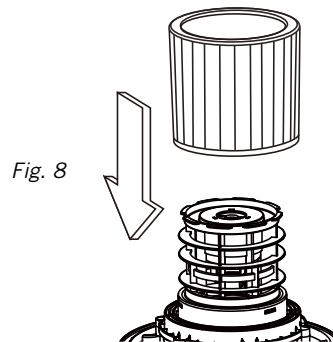

Fig. 8
17. Instale el filtro de cartucho 18 sobre el habitáculo del filtro, asegurándose de que el habitáculo que totalmente cubierto. Fig. 8.